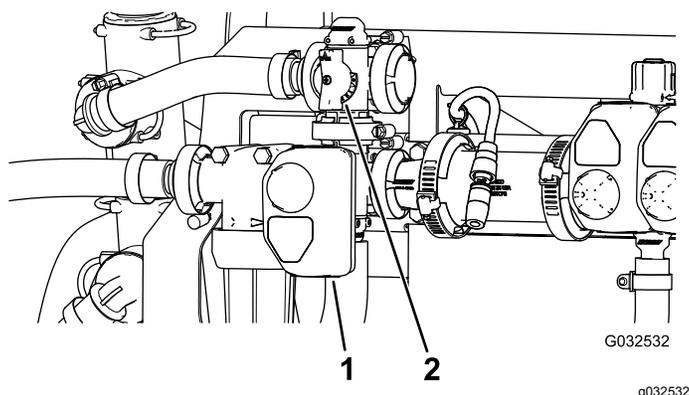

Рисунок 49
10. Отрегулируйте перепускной клапан перемешивания (Рисунок 49) на задней стороне клапана перемешивания так, чтобы давление в системе опрыскивания, показываемое манометром, составляло 689 кПа.